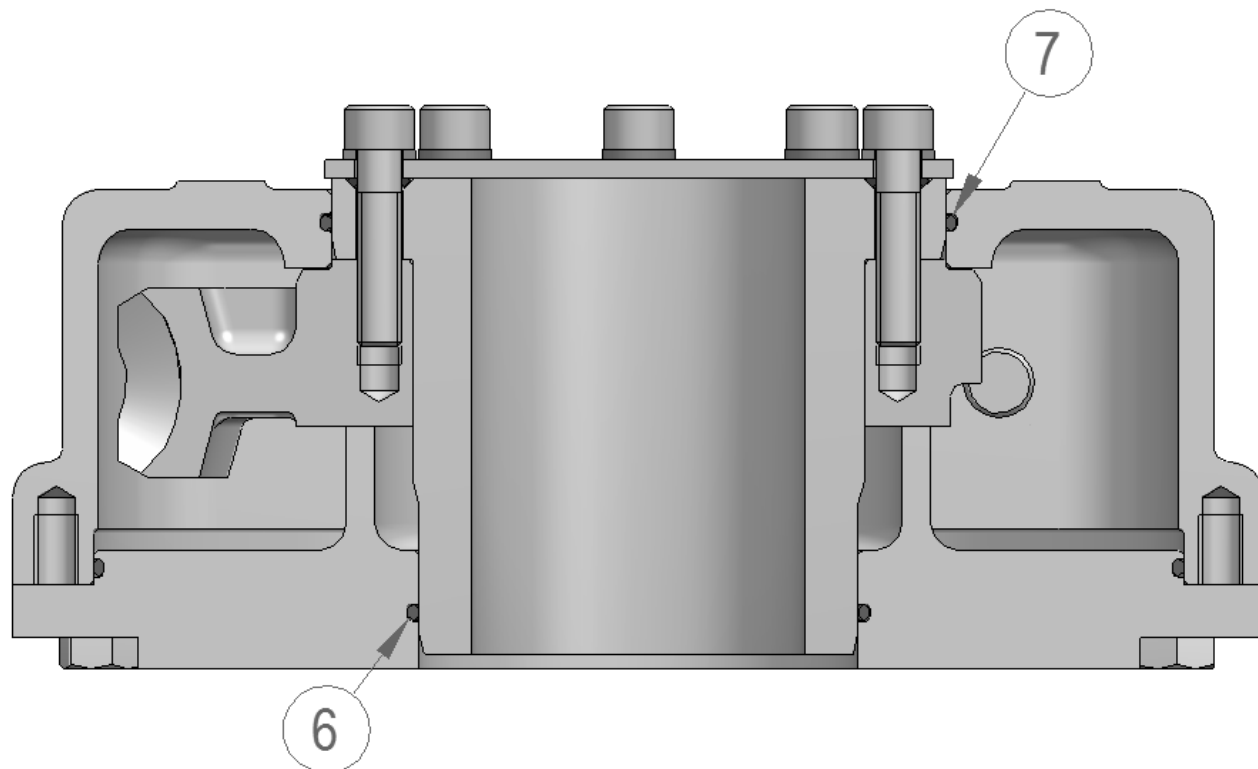

Рис. 3 - Проверка уплотнительного кольца
Уплотнительные кольца (6) и (7), указанные на Рис. 3 необходимо проверить на предмет повреждений, смазать и правильно установить перед установкой ведущей втулки. Если уплотнительное кольцо повреждено, его следует заменить перед установкой ведущей втулки.